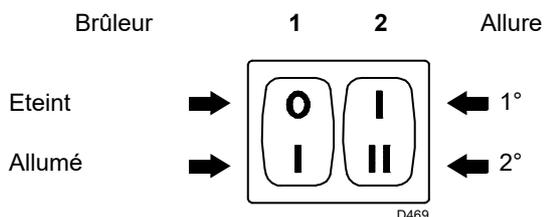
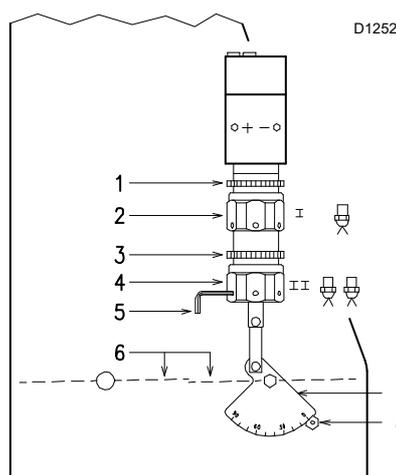

Fig. 18
Fig. 19
- Faire démarrer le brûleur en fermant les télécommandes et en plaçant l'interrupteur 1)(page 17 Fig. 18) sur la position "ALLUME". La pompe doit tourner dans le sens indiqué par la flèche dessinée sur le couvercle.
- Lorsque le fioul déborde de la vis 3), la pompe est amorcée. Refermer le brûleur : interrupteur 1)(page 17 Fig. 18) sur "ETEINT" et serrer la vis 3).
Mettre l'interrupteur 1)(Fig. 18) sur la position "ALLUME".
Maintenir le brûleur en mode de fonctionnement à 1ère allure en plaçant l'interrupteur 2)(Fig. 18) en position 1ère allure. L'ouverture du volet 6)(Fig. 19) doit être proportionnée au gicleur choisi : le repère 8)(Fig. 19) doit correspondre à l'encoche indiquée sur le secteur gradué 7)(Fig. 19) Le réglage se fait par rotation de l'hexagone 2)(Fig. 19) :
Mettre l'interrupteur 2)(Fig. 18 page 17) en position 2e allure et régler le volet 6)(Fig. 19) en agissant sur l'hexagone 4)(Fig. 19), après avoir relâché la bague 3)(Fig. 19).
pour faciliter le réglage des hexagones 2) et 4)(Fig. 19), utiliser une clé hexagonale de 3 mm 5)(Fig. 19).